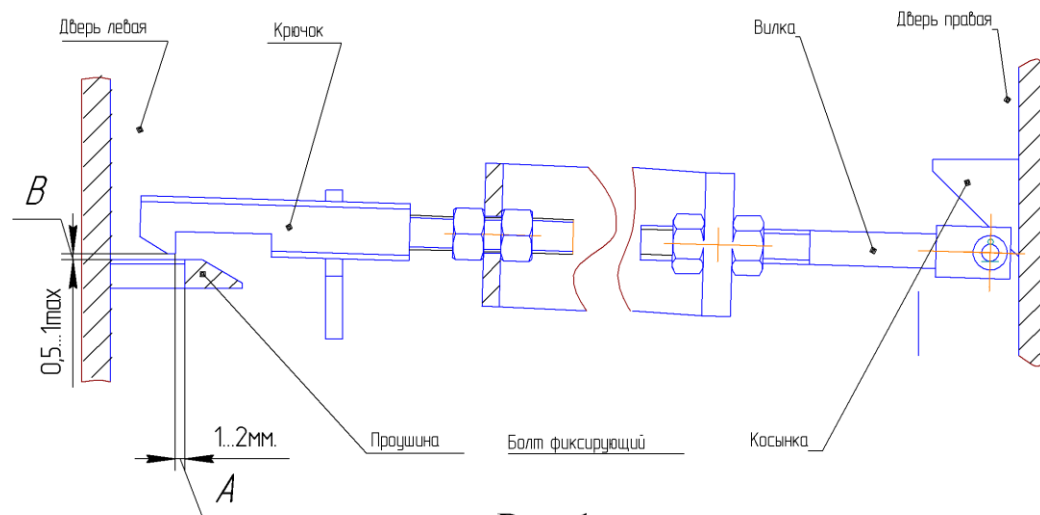

Рис.1
Схема действия запирающего механизма для левой двери показана на рис.1. При открывании правой двери запирающий рычаг блокирует левую дверь. При закрывании правой двери запирающий рычаг выходит из зацепления и левая дверь освобождается от фиксирования. Регулировка и настройка запирающего механизма осуществляется согласно инструкции изложенной в приложении к настоящему паспорту.
- при открытой правой двери отрегулировать зазор А между проушиной и крючком (см.рис.1), выдвигая или втягивая крючок;